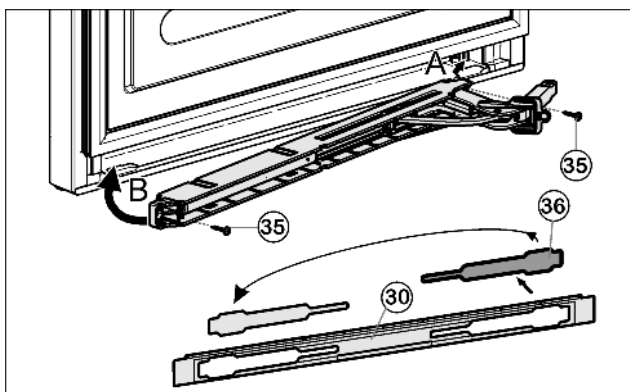

Fig. 18
- ▶ Освободите крышку Fig. 18 (36) из накладки Fig. 18 (30) и снова установите её на другой стороне.
- ▶ Зацепите (A) и поверните (B) узел амортизатора закрывания дверцы шарниром на стороне шарнира.
- ▶ Прикрутите (2 шт. Torx® 15) Fig. 18 (35) узел амортизатора закрывания дверцы.